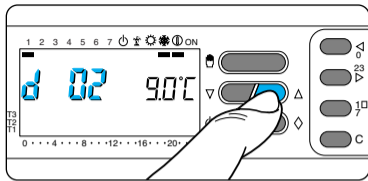

Fig. 59
**10.6** - Premere il pulsante  $\nabla$  oppure  $\triangle$  (fig. 59) sino a raggiungere il numero di giorni desiderato da 1 a 99.